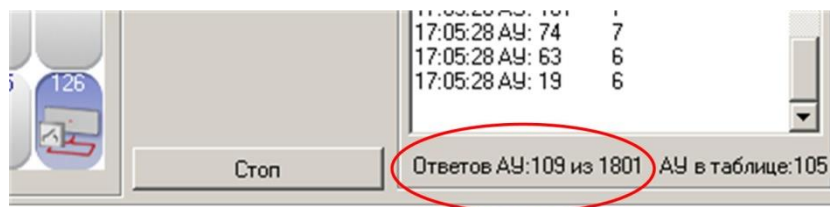

Рисунок 3 – Счетчик ответов в поле доп. информации
- При проверке МАШ через АПКП в режиме «запрос» следует контролировать количество ответов АУ в поле дополнительной информации (рисунок 3). Если цифра стоящая после «из» незначительно больше количества ответов (менее чем на 30), то это будет приводить к периодическому пропуску ответов от АУ. В этом случае информация о качестве связи с АУ является недостоверной. Рекомендуется увеличить скорость обмена в МЛС и/или ОЛС или переключиться в режим «карта состояний».